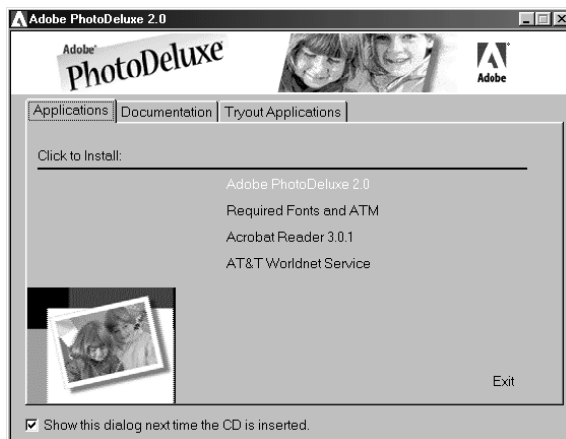

Figura 18: Installazione di Adobe PhotoDeluxe 2.0
5. Fare clic su 'Accept' per accettare le condizioni della licenza e continuare con l'installazione. Apparirà una finestra come quella riportata in figura 18.